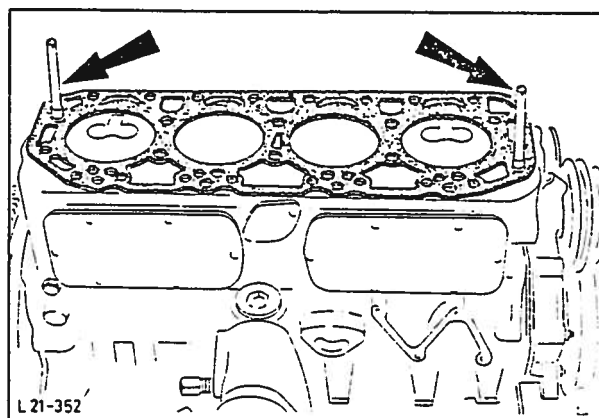
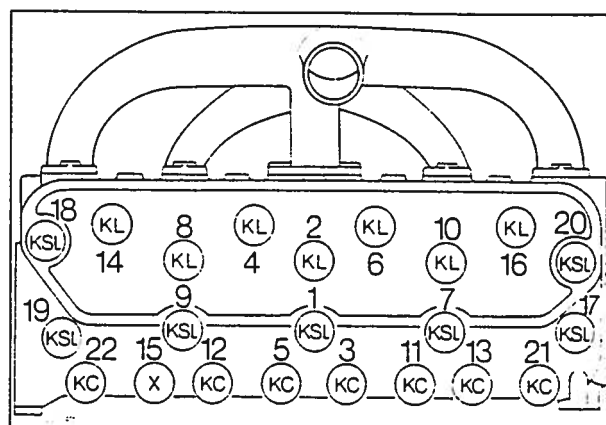

Fig. 80 Monteringsdiagram for toppakning.
Fig. 81 Tiltrekkingsrekkefølge - topplokk.
57. Skru løs sylindervingenes feste-skruer. Sett den nye toppakningen på plass ved bruk av sentreringstappene 21-083 i topplokket, fig. 80. Sett på plass topplokket og monter boltene med fingrene. Skift ut sentreringstappene med de siste to boltene. Trekk til topplokksboltene i angitt rekkefølge, fig. 81 med riktig moment i tre trinn. Bruk spesialverktøy 21-087.
Topplokksboltene er merket på hodet på grunn av varierende lengder, fig. 81.